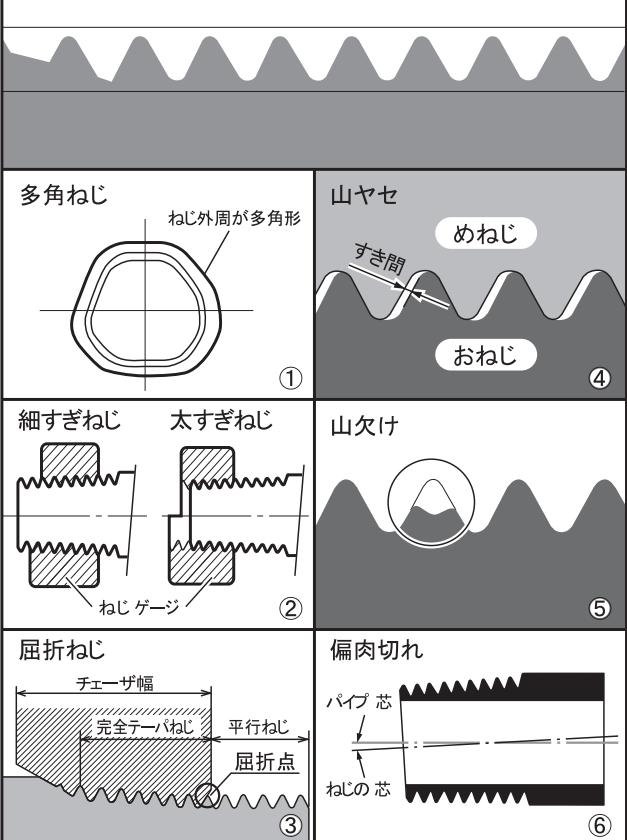

図 43
■悪いねじについて (図 43)
①多角ねじ(図 43-①)
②ねじ径の細すぎ、太すぎ (図 43-②)
③屈折ねじ(手動切上ダイヘッドの場合) (図 43-③)
④切られたねじの山ヤセ (図 43-④)
⑤切られたねじの山欠け (図 43-⑤)
⑥パイプに対してのねじの偏肉切れ (図 43-⑥)